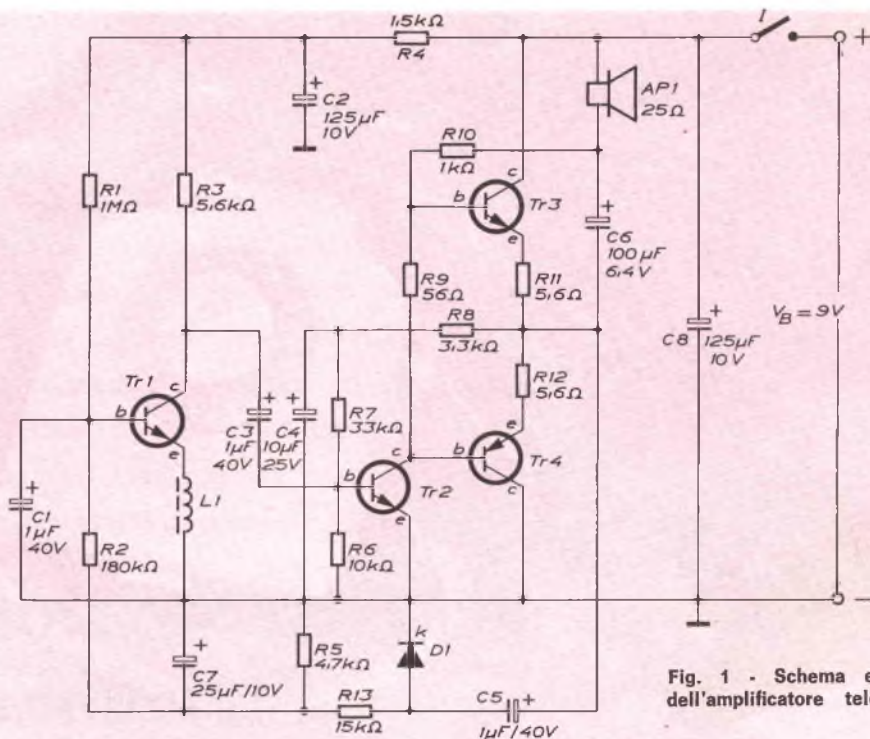

Fig. 1 - Schema elettrico dell'amplificatore telefonico.
**Descrizione del circuito** - La bobina è indicata nello schema della *fig. 1* con la